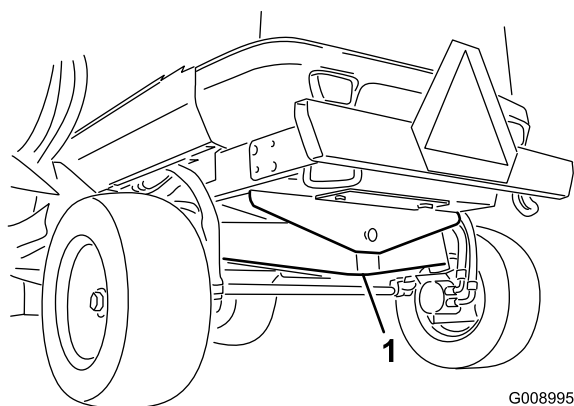

**Figure 37**
- Sur le châssis à l'intérieur de chaque roue motrice à l'avant de la machine (Figure 37).